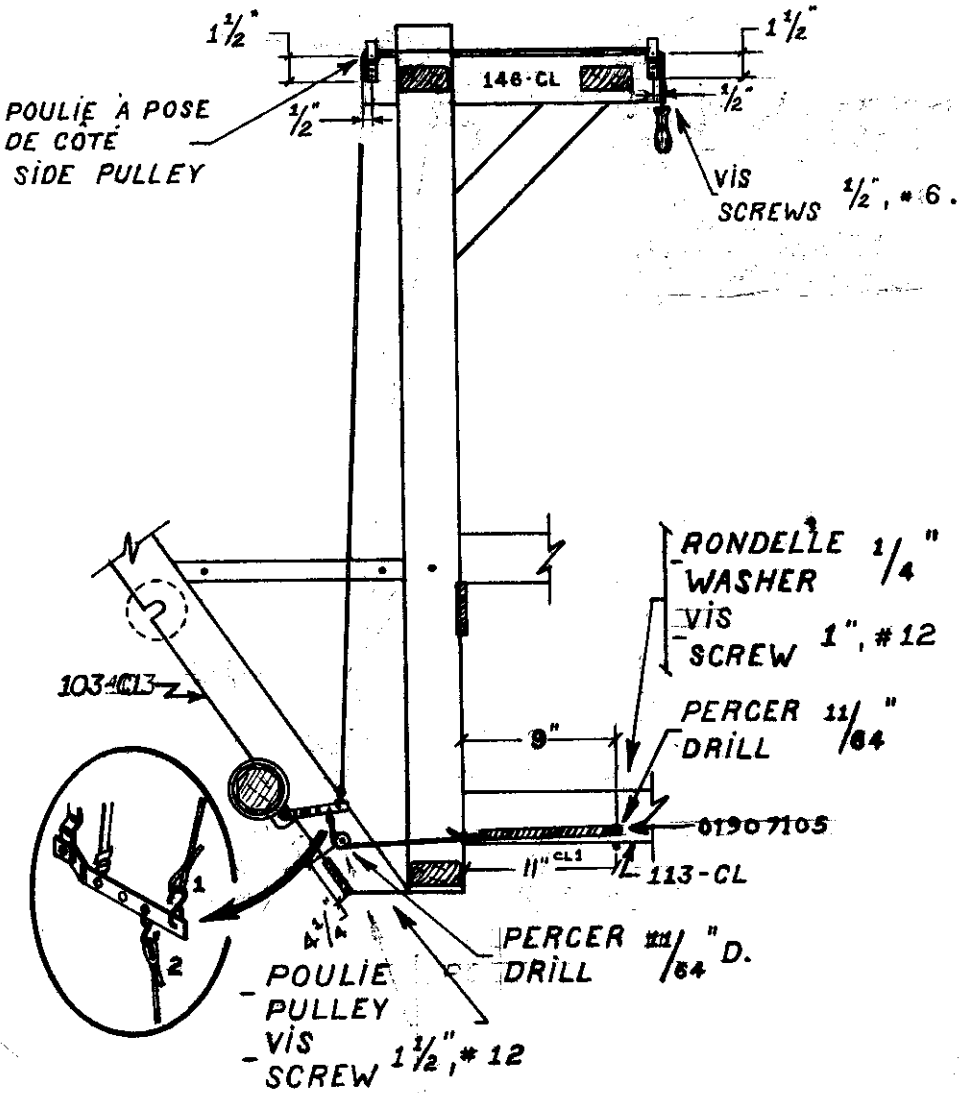

Fig. 11
La partie inférieure de la ferrure des poulies à pose de côté doit être à  $1\frac{1}{2}$ " (38 mm) du haut du support du battant 146-CL et le centre de la ferrure doit être à  $\frac{1}{2}$ " (12 mm) du bord. Placer d'abord les vis dans les trous de la ferrure et frapper sur la tête à l'aide d'un marteau (juste assez fort pour que la pointe marque dans le bois). Percer à cet endroit à l'aide d'une mèche  $3/32$ " (2,4 mm). Fixer les poulies à pose de côté à l'aide de vis No 6 de  $\frac{1}{2}$ " (12,7 mm) de long. (Fig. 11)
Percer un autre trou (à environ  $4\frac{1}{4}$ " - 10,7 cm) du bas de la patte arrière droite No 103-CL à l'aide d'une mèche  $11/64$ " (4 mm) en ayant soin de le faire au centre (dans le sens de la largeur). Fixer ensuite une poulie de nylon à l'aide d'une vis No 12 de  $1\frac{1}{2}$ " (37 mm) dans le trou que vous venez de faire. (Fig. 11)
The lower part of the pulleys hardware must be at  $1\frac{1}{2}$ " (38 mm) from the top inside of batten support No 146-CL and the center of this pulleys hardware must be at  $\frac{1}{2}$ " (12 mm) from the support edge. Mark the hole locations for the side pulleys by inserting the screws and tapping them lightly to mark the wood. Drill at this point with a  $3/32$ " drill (2,4 mm). Fix the side pulleys with screws No 6,  $\frac{1}{2}$ " (12,7 mm) long. (Fig. 11)
Drill another hole (about  $4\frac{1}{4}$ " - 10,7 cm from the bottom inside of the rear post No 103-CL) with a  $11/64$ " drill (4 mm) taking care to make it to the center. Fix a nylon pulley with a No 12,  $1\frac{1}{2}$ " (37 mm) screw. (Fig. 11)
Percer un autre trou (à environ 9" - 23 cm\* du montant arrière) à l'intérieur de la traverse inférieure droite 113-CL à l'aide d'une mèche 11/64" (4 mm). Fixer le ressort de frein de la seconde ensouple (ensouple inférieure) sur la traverse inférieure droite dans le trou que vous venez de faire à l'aide d'une vis No 12, 1" (25 mm) et une rondelle. (Fig. 11)
Accrocher l'extrémité de la corde se terminant par une boucle dans le crochet en S fixé dans le deuxième trou de la bascule de frein. Passer cette corde sous la poulie fixée auparavant sur la patte arrière droite No 103-CL. Fixer ensuite la corde au bout du ressort de la deuxième ensouple en ayant soin d'étirer ce dernier de 2" (5 cm). (Fig. 11)
Drill another hole (about 9" - 23 cm\* from the rear upright) inside of the lower right cross beam No 113-CL with a 11/64" drill (4 mm). Fix the brake spring of the second beam (lower beam) with a No 12, 1" (25 mm) screw and a washer. (Fig. 11)
Fix the end of the cord finishing by a loop in the link hooked to the second hole of the brake lever. Pass under the pulley fixed to 4½" (10,7 cm) on the right post No 103-CL. Fix the cord to the end of the spring of the second warp beam taking care to draw out this one from 2" (5 cm). (Fig. 11)
*(Fig. 11)*
Another cord hooked to the first hole of the brake lever of the second warp beam must pass into the side pulleys fixed on the batten support No 146-CL. *(Fig. 11)*